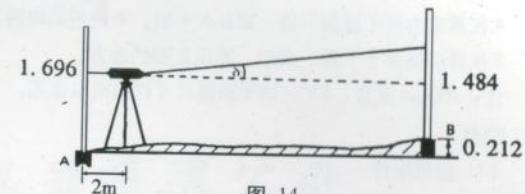

图 14
5.2.2 仪器安置在离 A 点 2m 处，读取 a_2, b_2 （如图14）。